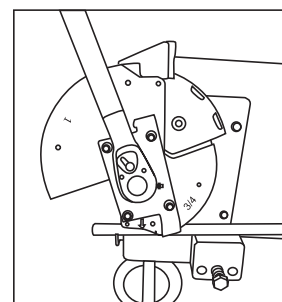

Fig. 1
1. Si desea calibrar el puntero del transportador a $\frac{1}{2}$ " en el MBCCH-750 o a $\frac{3}{4}$ " en el MBCCH-1000 (3), rote la zapata de plegado al girar la zapata manualmente en el cabezal de MBCCH-750 o al acoplar el cabezal del trinquete en la zapata MBCCH-1000. Gire la zapata de plegado hasta que el lado de $\frac{1}{2}$ " o $\frac{3}{4}$ " esté en la parte inferior y voltee la corredera del conducto, para esto jale en el bloque y gire en sentido de las agujas del reloj 180 grados y suelte (6). El lado superior de la corredera del conducto debe estar en la parte superior. Coloque una pieza del conducto de electricidad de $\frac{1}{2}$ " para el MBCCH-750 o de $\frac{3}{4}$ " para el MBCCH-1000. Luego siga los pasos del 3 al 7.
2. Si desea calibrar el puntero del transportador a $\frac{3}{4}$ " o 1" (3), gire la zapata de plegado al acoplar el cabezal del trinquete y gire la zapata de plegado hasta que el lado de 1" esté en la parte inferior (1) y voltee la corredera del conducto, para esto jale en el bloque y gire en sentido de las agujas del reloj 180 grados y suelte (6). El lado inferior de la corredera del conducto debe estar en la parte superior. Coloque una pieza del conducto de electricidad de 1" y luego siga los pasos 3 a 7.
3. Aplique presión al asa de plegado asegurándose de que quede ajustada, no doble el conducto (Fig. 1).